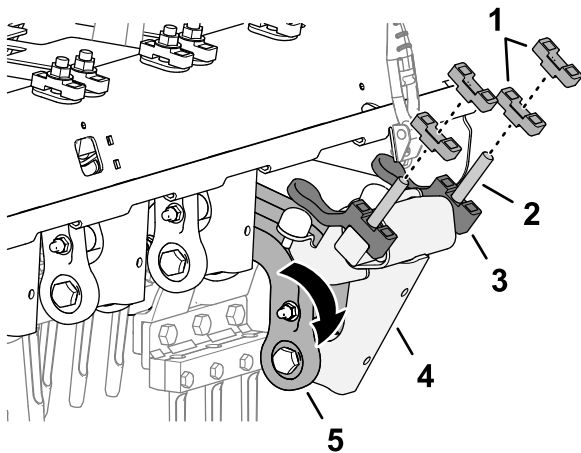

**Bild 132**
1. Entfernen Sie die beiden Sicherungsbundmutter, mit denen die Roto-Link-Dämpferwelle am hinteren Rahmen der Maschine befestigt ist (Bild 132).